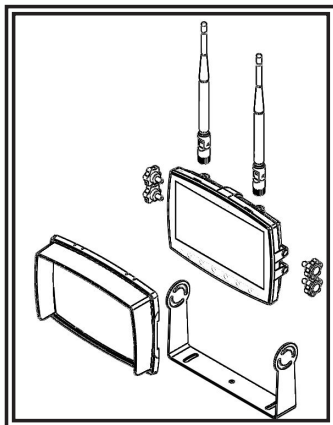

Figure 2
3. Installez le moniteur sur le support en U comme illustré à la Figure 2. Ajustez la position de l'écran pour un meilleur angle de vue avant de serrer les deux vis sur chaque extrémité.